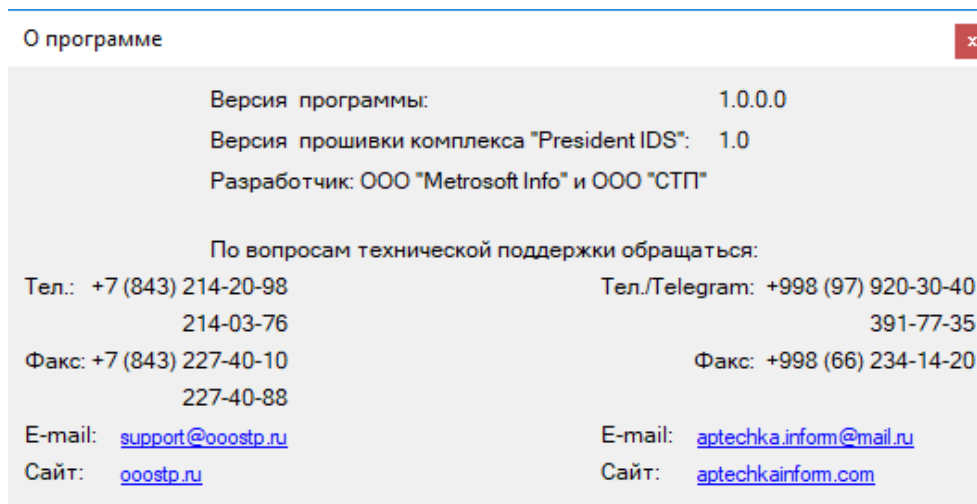

Рисунок 4-4 – Общий вид меню «О программе»
2) В нижней части главного меню ПО APM PresidentIDS находятся индикатор состояния зарядки подключенных аккумуляторных батарей  и иконка для открытия окна просмотра информации о ПО APM PresidentIDS  (рисунок 4-4).